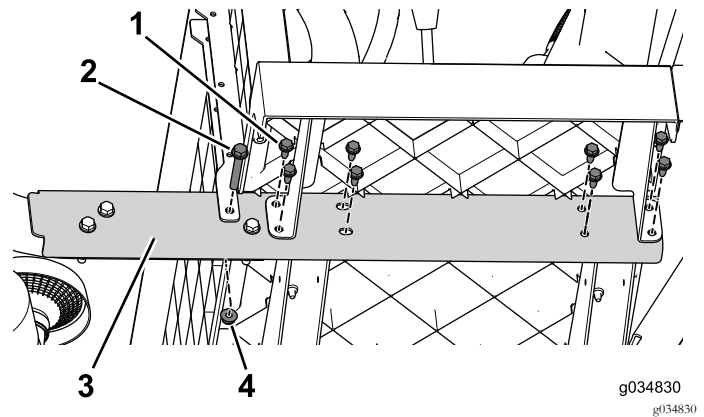

图16
2. 卸下将侧轨固定到机器上的凸缘螺栓 3/8 x 2-1/2 英寸和螺母 图16。对机器的两侧均执行此操作。
3. 从前向后卸下将侧轨固定到机器上的凸缘螺栓 5/16 x 3/4 英寸 图16。对机器的两侧均执行此操作。